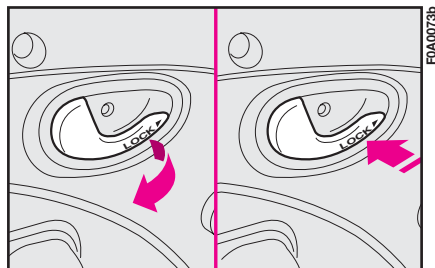

fig. 111
**Apertura:** tirare la leva di apertura fig. 111 di sgancio della serratura e far
**Chiusura:** chiudere la porta facendola scorrere verso la parte anteriore della vettura, premendo una volta chiusa la leva nel punto "LOCK" indicato in fig. 111.